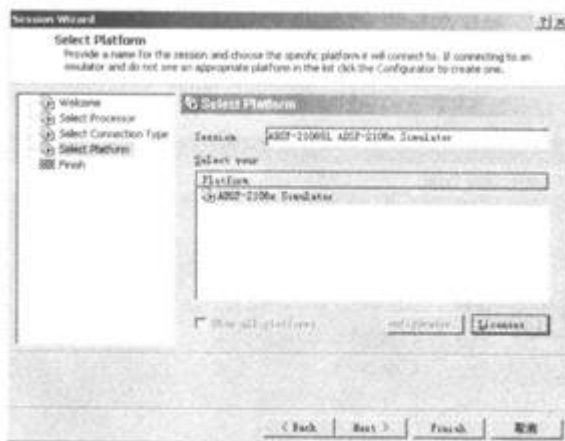

图 5-28 新建会话平台选择窗口
(3) 用户在确定会话的连接方式后，单击下一步，将显示所建立的会话使用到的平台，如图 5-28 所示。对于大多数处理器而言，除针对部分 Blackfin 系列的处理器建立的平台该窗口中有两个选项，该窗口中只有单一的选项。因此对于大多数情况，该窗口使用默认选项即可。